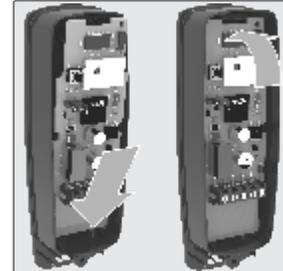

Figura 5.
8. Meta la base de la PCB en las costillas situadas en la base de la carcasa de plástico. A continuación, columpie la PCB en su lugar para que la palanca superior evite que se caiga. Debería haber un "clic" audible para bloquear la PCB en posición. Consulte la figura 5.